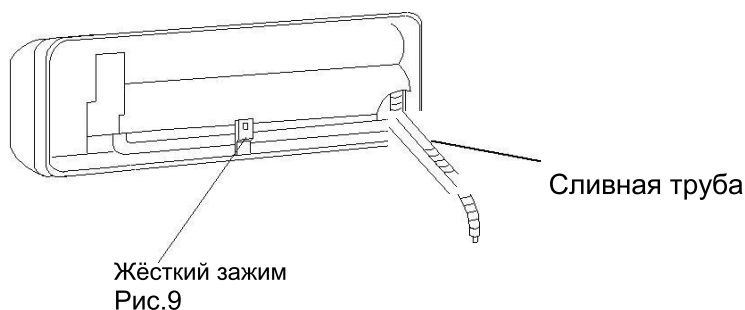

Рис.9
См. рис. 9.
2. Подсоединение левой задней трубки (аналогично левой нижней трубке). (дополнительно, см. рис. 9)